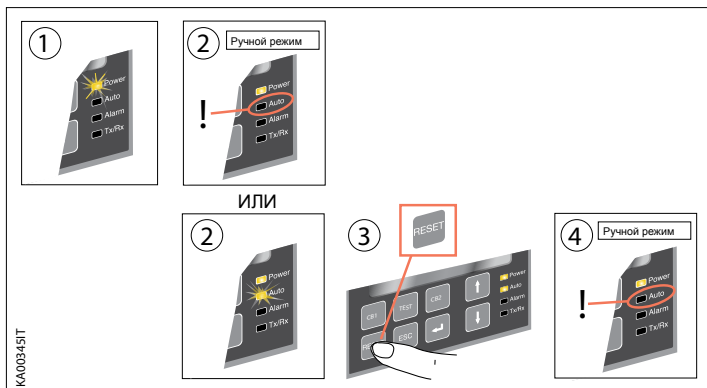

Рисунок 5.2: Описание процедуры выбора Ручного режима работы ATS022
- a. Убедитесь, что горит светодиод Power, смотри Рисунок 5.2/1
- b. Если светодиод Auto не горит, то блок находится в Ручном режиме, смотри Рисунок 5.2/2.
- c. Если светодиод AUTO горит, то нажмите на кнопку RESET, смотри Рисунок 5.2/3 .
Светодиод Auto погаснет и блок перейдет в Ручной режим, смотри Рисунок 5.2/4 .